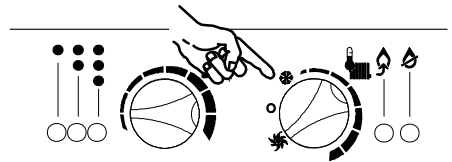

Fig. 8.7
- Para devolver a la caldera a su funcionamiento habitual, poner el conmutador de función como en Fig. 8.7. En cualquier caso, la caldera vuelve a su funcionamiento habitual después de 10 minutos.